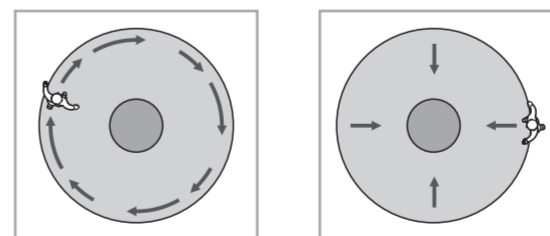

图 19
5.3.4 从外面走入，越过或朝向感应范围，直至 LED 和负载接通 2 秒钟（见图 19）。